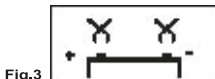

Fig.3
2. Se qualquer uma das pinças de analisador não foi corretamente fixado ao contato da bateria, o visor pisca alternativamente entre Fig. 3 e 4. Nesse caso, desprenda e fixar as pinças novamente nos bornes da bateria para garantir que os contatos são bem antes de fazer um teste.